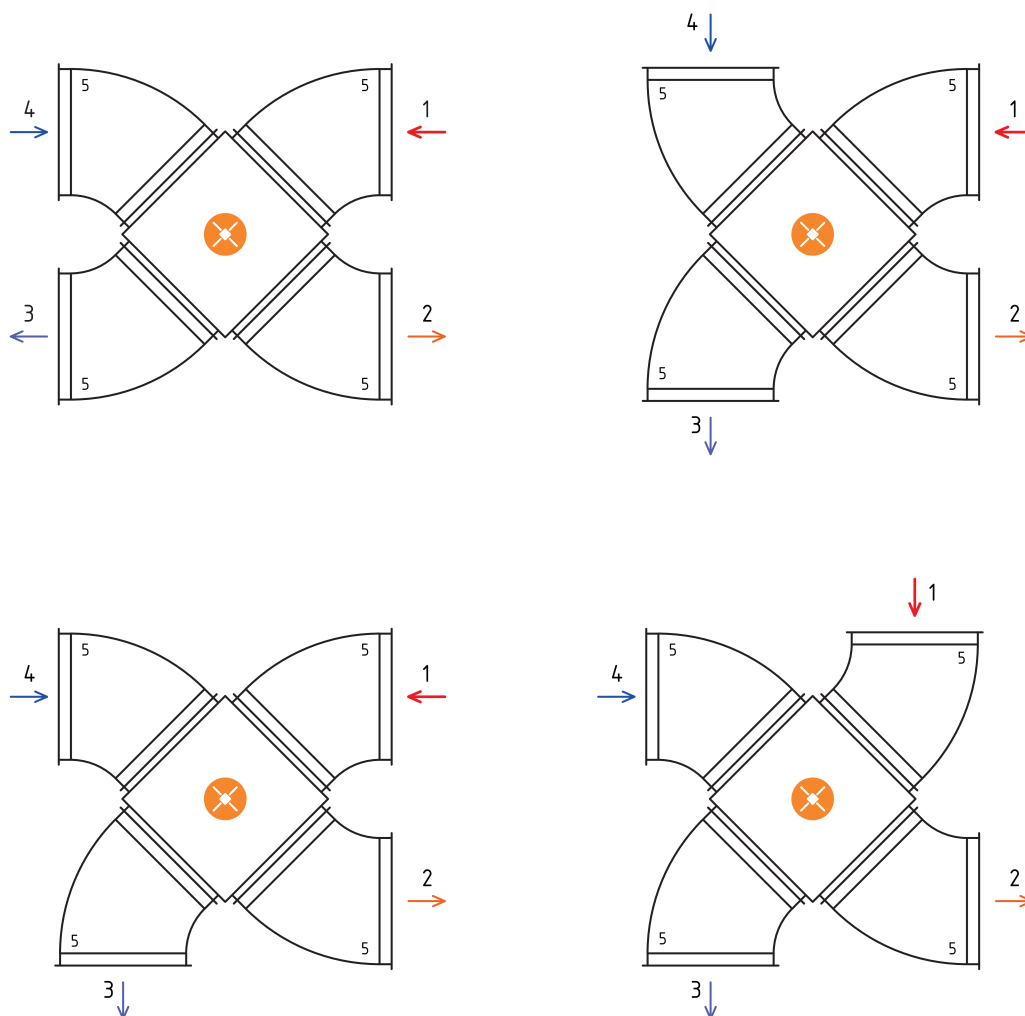

Рисунок 5.1 – Варианты расположения полуотводов
5.4. При установке рекуператора рекомендуется оставить прямые участки воздухопроводов длиной не менее половины размера диагонали корпуса рекуператора до других функциональных секций или фасонных элементов вентиляционной системы. Участки следует оставлять на приточной и на вытяжной стороне для выравнивания потоков воздуха. Полуотводы для компактного монтажа допускается монтировать непосредственно на рекуператор (см. рисунок 5.1).
5.7. Направления движения приточного и вытяжного воздуха в рекуператоре взаимно перпендикулярны, для компактного монтажа рекуператора рекомендуется дополнительно использовать полуотводы (см. рисунок 5.1)